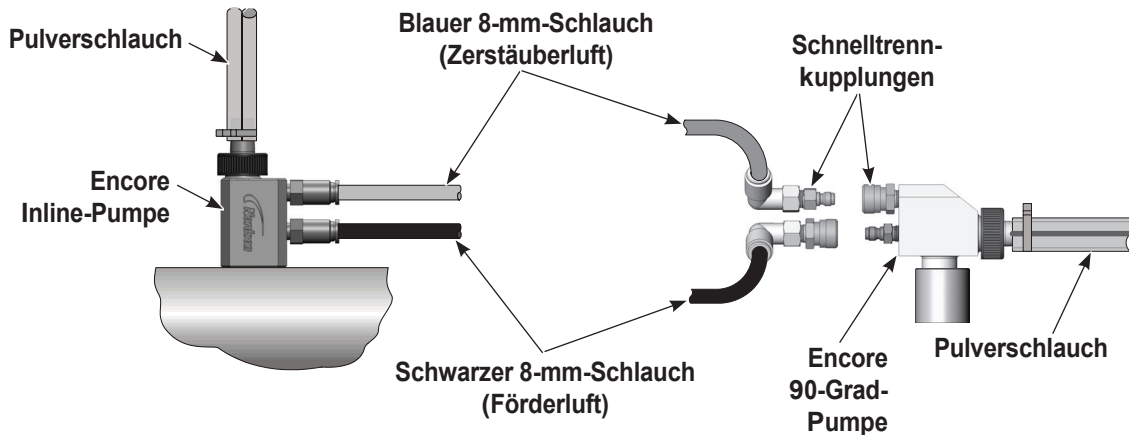

Abbildung 3-9 Pumpenanschlüsse
3. Siehe Abbildung 3-9. Die Luftschläuche an den Pumpenanschlüssen anschließen.